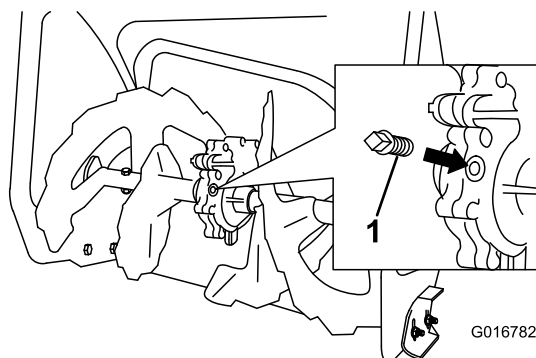

Bild 30
- Reinigen Sie den Bereich um den Rohrverschluss (**Bild 30**).